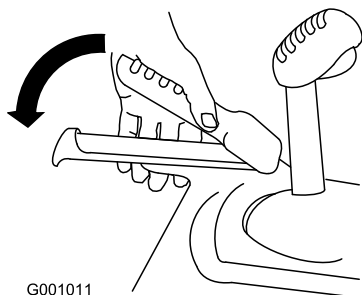

Figura 26
2. Innestate la leva della trazione e mantenetele in posizione (Figura 26).